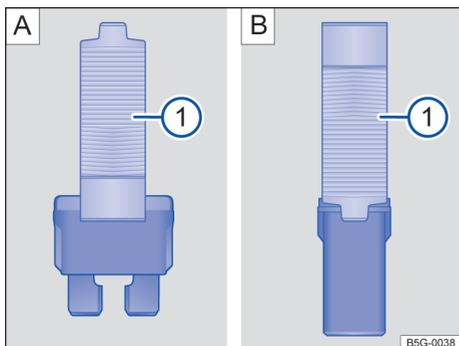

Fig. 145 Retirar ou colocar o fusível com a pinça de plástico: **A**: fusível plano, **B**: fusível de bloqueio.
- Se necessário, retirar a pinça de plástico → Fig. 145 **A** **1** da cobertura da caixa de fusíveis.
- De acordo com a versão do fusível, colocar as garras adequadas do alicate plástico → Fig. 145 **A** **1** ou → Fig. 145 **B** **1** lateralmente no fusível.